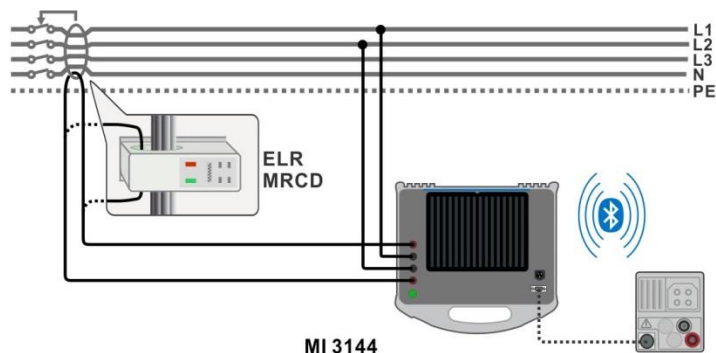

Abbildung 7.112: ELR- Fehlerstromeinspeisung / Kombinierte Auslösezeit
- › Verbinden Sie das Prüfgerät MI 3152(H) mit dem MI 3144 Euro Z 800 V Adapter über die serielle RS232-Schnittstelle, oder über Bluetooth. Siehe Kapitel **4.6.5.1 Auswahl und Konfiguration von Messadaptern**.
- › Überprüfen Sie die Bluetooth Aktiv-Anzeige, wenn das Prüfgerät MI 3144 Euro Z 800 V über Bluetooth mit dem Prüfgerät MI 3152(H) verbunden ist.
- › Schließen Sie die Prüflleitungen am Prüfling an. Siehe **Abbildung 7.112**
Siehe **Abbildung 7.112**
- › Verbinden Sie das Prüfgerät MI 3152(H) mit dem MI 3144 Euro Z 800V über die serielle RS232-Schnittstelle, oder über Bluetooth. Siehe Kapitel **4.6.5.1 Auswahl und Konfiguration von Messadaptern**.
- › Schließen Sie die Prüflösungen am Prüfling an. Siehe **Abbildung 7.112**